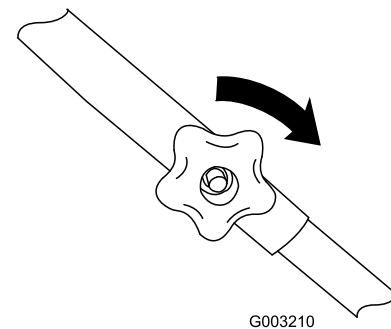

Bild 4
3. Setzen Sie die Schrauben und Handräder des oberen Griffs so ein, dass die Handräder außen am Griff sind. Ziehen Sie die Handräder so fest wie möglich an (Bild 4).